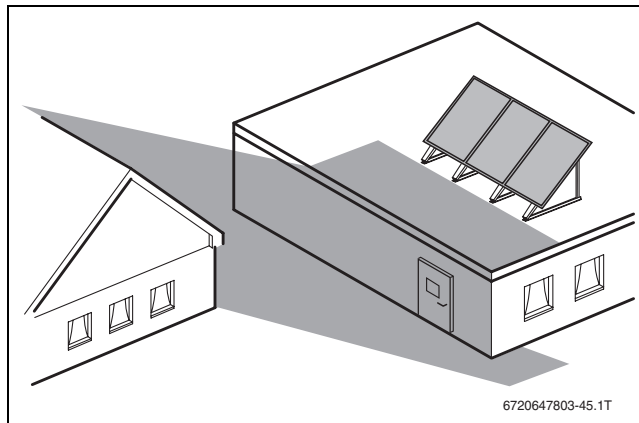

Fig. 11
- Evitare possibili ombreggiamenti (→ fig. 11, 19 e 20).